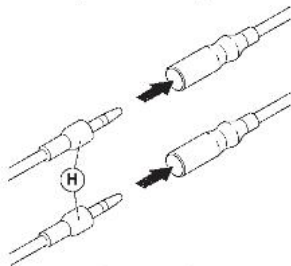

Рисунок 9
10. Соедините провода выключателя **H** с разъемами двигателя (рис.9).